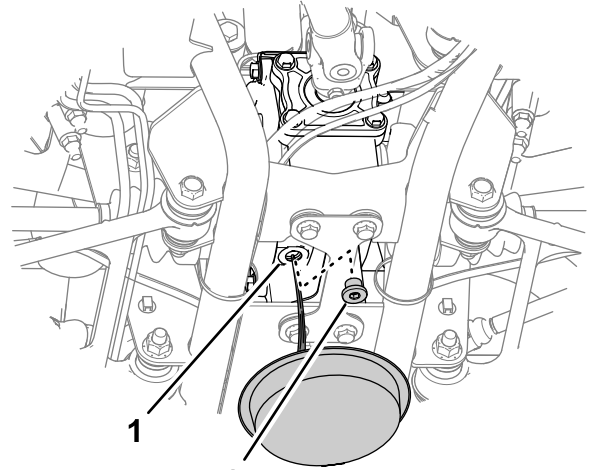

Bild 55
1. Stellen Sie eine Auffangwanne unter die Sichtschraube des Differenzials (Bild 55).
3. Setzen Sie die Ablassschraube ein (Bild 55).